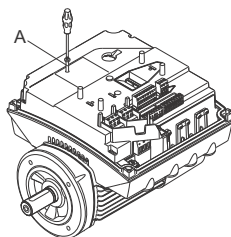

图 61 拆下固定螺丝
3. 拆下固定螺丝(图61, A)。
- 装上并拧紧固定螺丝(图61, A)到 1.3 Nm。